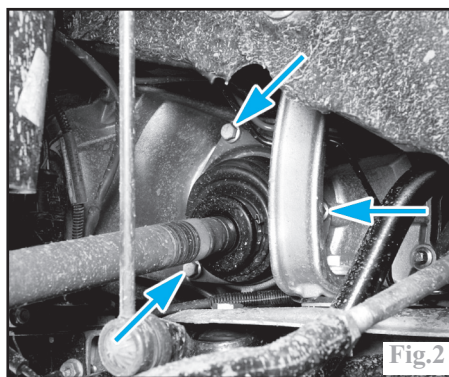

Fig.2
-avec une boîte de vitesses manuelle, voir Fig.2 au chapitre "Boîte de vitesses PK6".
Pour la transmission gauche (avec boîte manuelle), serrer les vis de fixation du joint homocinétique sur la boîte (Fig.2). À l'aide d'un outil approprié, immobiliser en rotation le moyeu puis serrer l'écrou de transmission au couple prescrit.